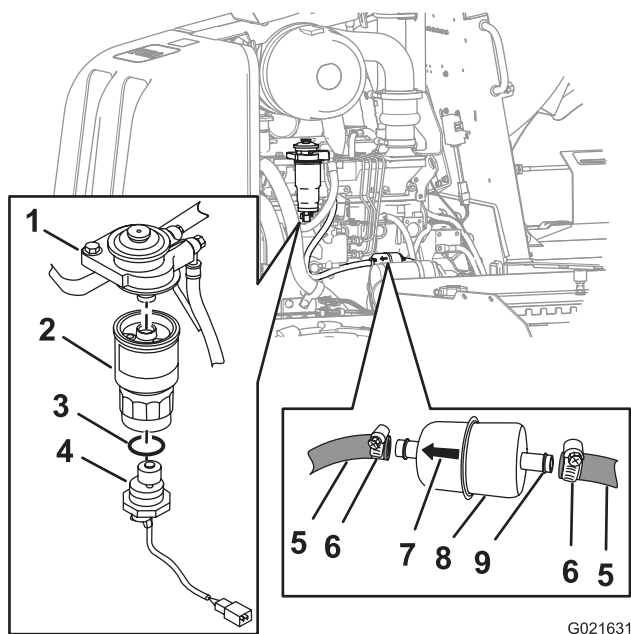

Bild 55
- D. Fassen Sie den sekundären Kraftstofffiltereinsatz fest an, drehen Sie ihn nach links und nehmen ihm vom Filteradapter ab (Bild 55).
- C. Fassen Sie den sekundären Kraftstofffiltereinsatz fest an, drehen Sie den Wassersensor nach links und nehmen den Wassersensor ab (Bild 55).
- B. Fluchten Sie den sekundären Filtereinsatz mit dem Filteradapter aus (Bild 55).
- D. Schieben Sie den neuen O-Ring auf den Wassersensor (Bild 55).
- E. Fluchten Sie den Wassersensor mit der Unterkante des sekundären Kraftstofffilters aus (Bild 55).
- F. Fassen Sie den sekundären Filtereinsatz fest an und drehen Sie den Wassersensor nach rechts, bis er angezogen ist (Bild 55).
3. Lösen Sie die Schlauchklemmen und schließen Sie den Hauptkraftstofffilter von den Kraftstoffschläuchen ab (Bild 55).
4. Fluchten Sie den neuen Hauptkraftstofffilter mit den Schläuchen aus; der Pfeil auf dem Filter muss nach vorne zeigen (Bild 55).
5. Schieben Sie die Schläuche auf das Schlauchanschlussstück des Hauptkraftstofffilters und ziehen die Schlauchklemmen an (Bild 55).